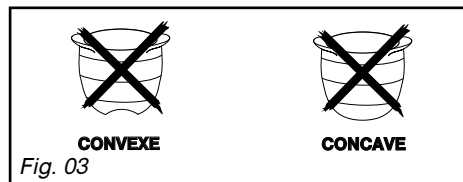

Fig. 03
– N'utilisez pas de récipient à fond concave ou convexe (Fig. 03).